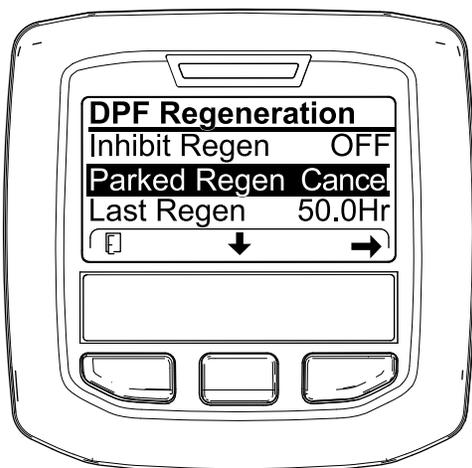

Рисунок 65
1. Перейдите к меню регенерации DPF (Рисунок 65).
2. Нажмите среднюю кнопку, чтобы перейти вниз к опции PARKED REGEN CANCEL (ОТМЕНА СТАЦИОНАРНОЙ РЕГЕНЕРАЦИИ) (Рисунок 65) или к опции RECOVERY REGEN CANCEL (ОТМЕНА ВОССТАНОВИТЕЛЬНОЙ РЕГЕНЕРАЦИИ) (Рисунок 66).
3. Нажмите правую кнопку для выбора опции Regen Cancel (Отмена регенерации) (Рисунок 65 или Рисунок 66).